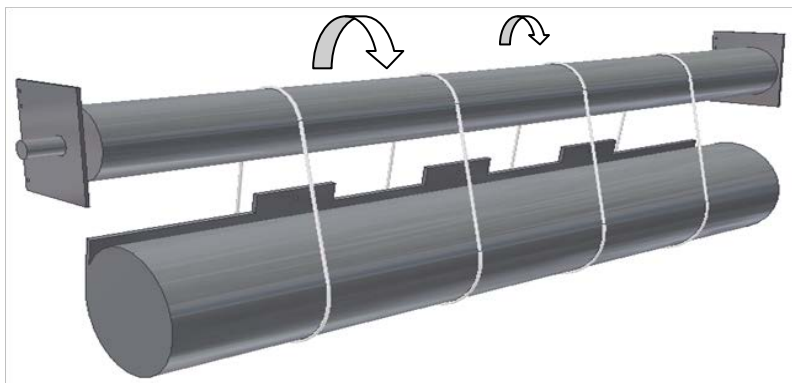

Figura 8.2 – Instalación de la cortina
6. Levantar la cortina hasta que esté justo debajo de la flecha. Usando las cuerdas clasificadas adecuadas o tirantes, levantar el enrollado de la flecha como se muestra en la **Figura 8.2**. Retirar las tiras de plástico que aseguran el enrollado en este punto.